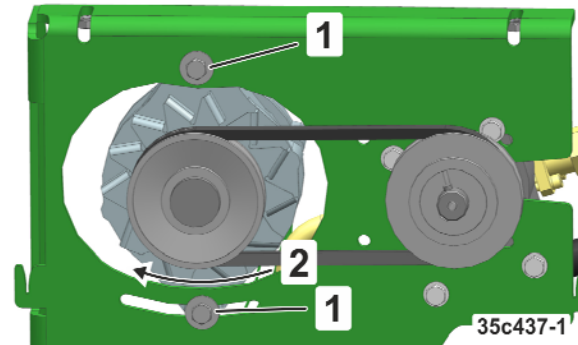

Fig. 311
2. Schrauben lösen (Fig. 311/1)
3. Keilriemen über den Generator spannen (Fig. 311/2)